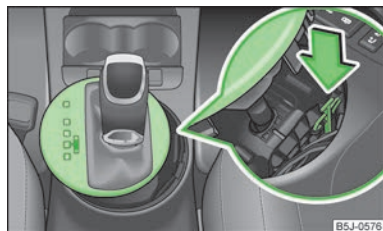

Fig. 91
- Apăsăți cu degetul componenta galbenă din material plastic, în sensul săgeții » fig. 91.